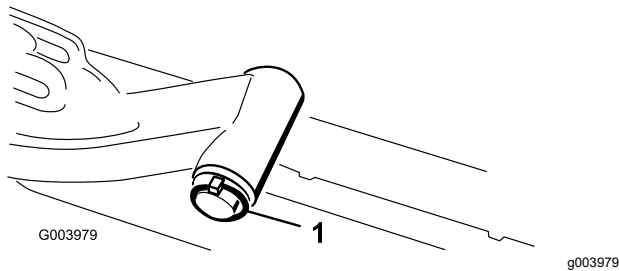

Bild 11
- A. Nehmen Sie den Klappstecker und die Scheibe ab, mit denen die Gelenkwelle des Hubarms am Hubarm befestigt ist. Schieben Sie die Gelenkwelle des Hubarms aus dem Hubarm (**Bild 11**).
- C. Setzen Sie die Hubarmwelle in den Hubarm ein und befestigen Sie sie mit der Scheibe und dem Klapstecker (Bild 11).